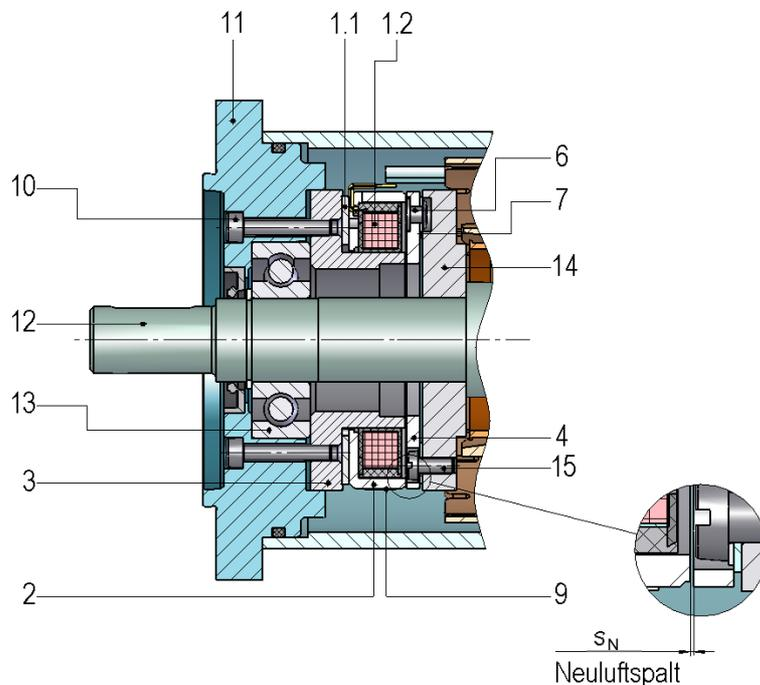

Abb. 5/1: Permanentmagnet-Einflächenbremse 86 611..H00 mit Anker 200
Abb. 5/1: Zwischen Außenring (2) und Innenring (3) der Permanentmagnet-Einflächenbremse befindet sich die fest eingebaute Erregerwicklung (1.2) deren Anschlusslitzen am definierten Litzenausgang der Bremse herausgeführt sind. Die zwischen Außenring (2) und dem Flansch des Innenringes (3) axial angeordnete Permanentmagnete (1.1) erzeugen das magnetische Feld, welches zum Aufbau der Bremswirkung genutzt wird. Der Anker (4) ist mit dem Verbindungselement (14) über Segmentfedern (7) und den Befestigungen (15) (Schrauben, Nieten, etc.) axial beweglich, drehsteif, zentriert und reibungsfrei verbunden. Dadurch wird im Waagrecht- und Senkrechtlauf Restmomentfreiheit erreicht. Der Neuluftspalt s_N zwischen dem Anker (4) und dem Außenring (2) der Permanentmagnet-Einflächenbremse ist bei der Montage der Bremse, siehe Tab. 23/1, einzustellen. Das Verbindungselement (14) ist mit der Welle der Maschine (z.B. Motor) drehsteif und axial fest verbunden. Unter dem Einfluss des permanentmagnetischen Feldes wird der Anker (4) kraftschlüssig gegen den Außenring (2) bzw. Innenring (3) gepresst. Die daraus resultierende Reibkraft erzeugt das Bremsmoment. Beim Anlegen einer Gleichspannung an die Erregerwicklung (1.2) der Permanentmagnet-Einflächenbremse wird infolge des elektromagnetischen Gegenfeldes die Kraftwirkung des permanentmagnetischen Feldes auf den Anker (4) aufgehoben und die Bremse lüftet. Die abzubremsende Welle (12) erfährt außer der geringen axialen Kraft der Segmentfedern (7) keine axiale Kraft.
Legende zur Abb. 5/1: